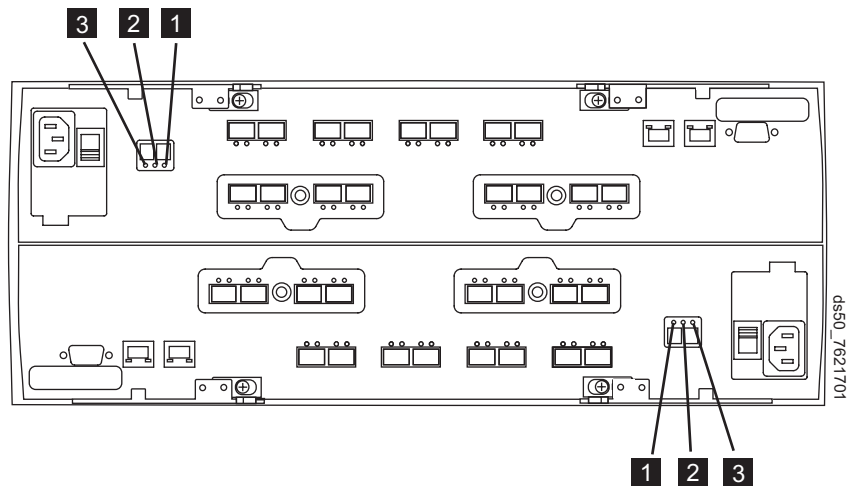

図 114. コントローラー保守処置可 LED
30. コントローラーの LED を調べて、コントローラーが正しくリブートすることを検証します。図 114 は LED の位置を示しています。
表 55. 206 ページの図 114 の説明